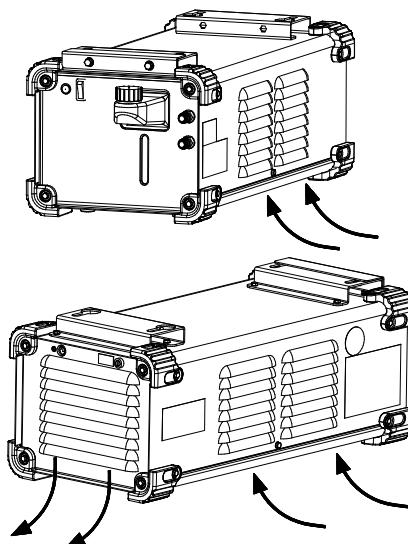

Figura 3.
9. Aberturas de circulação de ar: permitem a circulação adequada do ar de refrigeração (Figura 3).